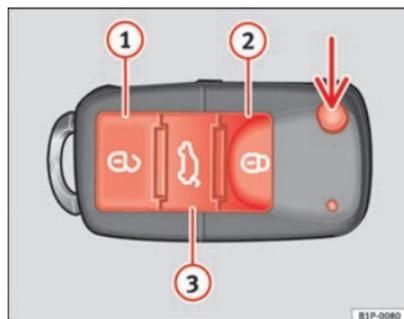

Fig. 43 Affectation des touches de la clé à radiocommande
La touche \Rightarrow fig. 43 (flèche) de la radiocommande permet de débloquer le panneton de la clé.
Déverrouillage du véhicule \Rightarrow fig. 43 ①.
Verrouillage du véhicule \Rightarrow fig. 43 ②.
Déverrouillage du hayon arrière. Appuyer sur la touche \Rightarrow fig. 43 ③ jusqu'à ce que tous les clignotants du véhicule s'allument brièvement. Après avoir appuyé sur la touche de déverrouillage \Rightarrow ③, vous disposez de 2 minutes pour ouvrir le coffre. Une fois ce temps écoulé, il se verrouillera de nouveau.
- Appuyez sur la touche   ⇒ page 81, fig. 43 de la télécommande.
Pour modifier l'état de verrouillage/déverrouillage, actionnez le bouton  ou la touche ① ⇒ page 81, fig. 43 de la clé de la radiocommande.